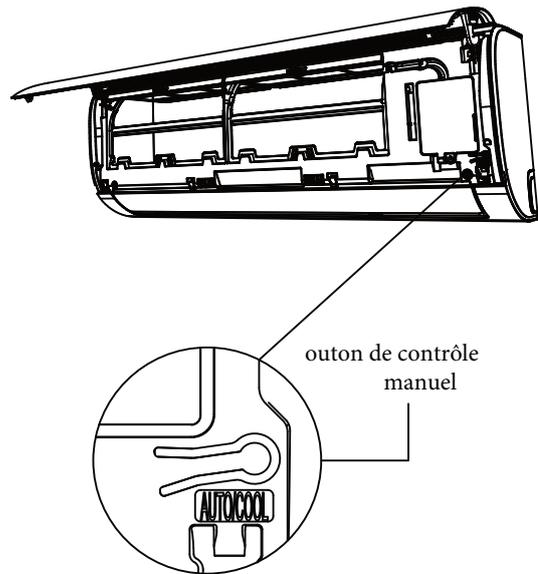

Fig. 8.1
- . Le bouton COMMANDE MANUELLE est situé sur le côté droit de l'appareil. Appuyez deux fois dessus pour sélectionner la fonction FROID. **Voir Fig.8.1.**